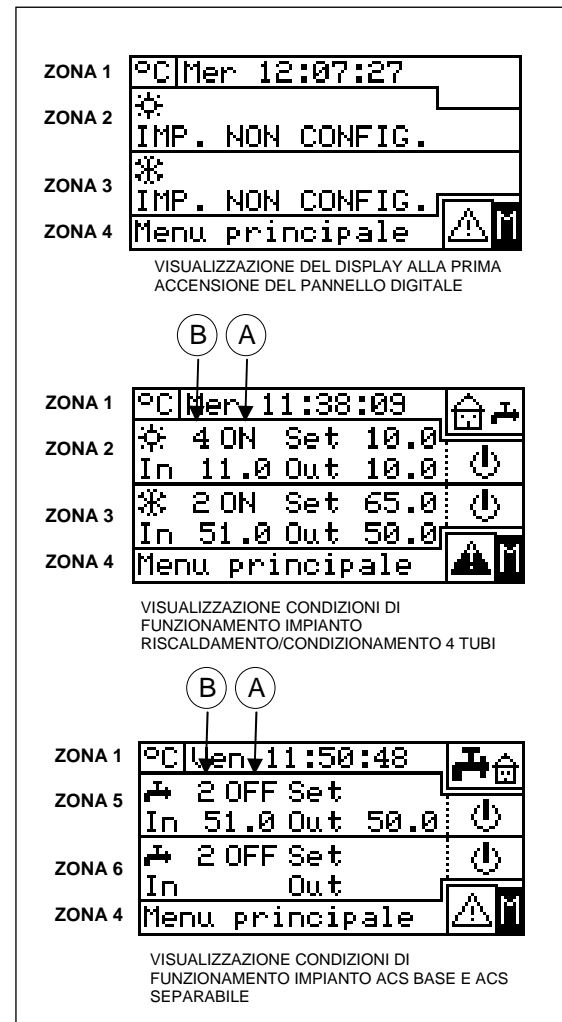

Figura 2 - ESEMPI DI SCHERMATA PRINCIPALE
- 2 - Selezionare il simbolo  posizionato più in alto per accedere al menù “Controllo Servizio ACS Base” (vedi “Zona 5” Figura 2 a pagina 6).
- 3 - Selezionare il simbolo  posizionato più in basso per accedere al menù “Controllo Servizio ACS Separabile” (vedi “Zona6” Figura 2 a pagina 6).